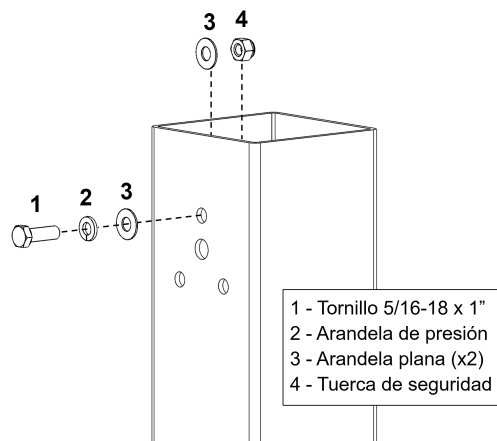
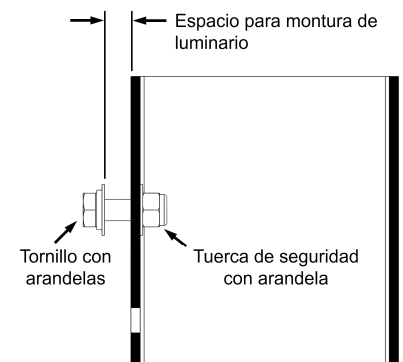

Figura 2
Figura 3
3. Coloque el primer tornillo con las arandelas en el orificio superior del poste y asegúrelo sin apretar con la tuerca correspondiente como se muestra en la **figura 2**. Deje un espacio entre las arandelas y la superficie externa del poste tal que dicho espacio este ligeramente mayor al grosor de la pared trasera de la montura del luminario como se muestra en la **figura 3**.